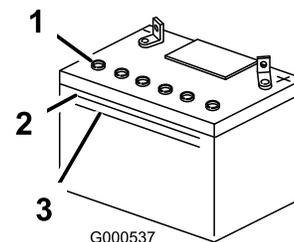

Рисунок 43
1. Посмотрите на боковую стенку аккумуляторной батареи. Уровень электролита должен доходить до линии **Upper** («Верх») (Рисунок 43). Следите за тем, чтобы уровень электролита не опустился ниже линии **Lower** («Нижний») (Рисунок 43).
- Снимите с аккумуляторной батареи вентиляционные крышки (Рисунок 43).
- Медленно залейте дистиллированную воду во все элементы аккумуляторной батареи так, чтобы уровень электролита достиг верхней линии (Рисунок 43) на корпусе аккумуляторной батареи.
- После заполнения элементов аккумуляторной батареи подождите пять—десять минут. В случае необходимости добавьте дистиллированную воду так, чтобы уровень электролита достиг верхней линии (Рисунок 43) на корпусе аккумуляторной батареи.